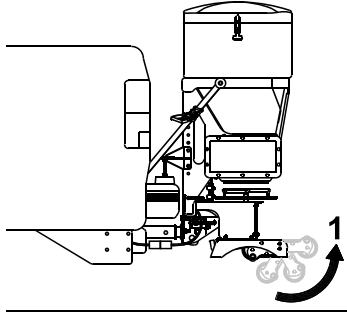

Figura 23
- Gire las ruedas del conjunto de la pata para sacarlas de abajo del esparcidor (Figura 23).